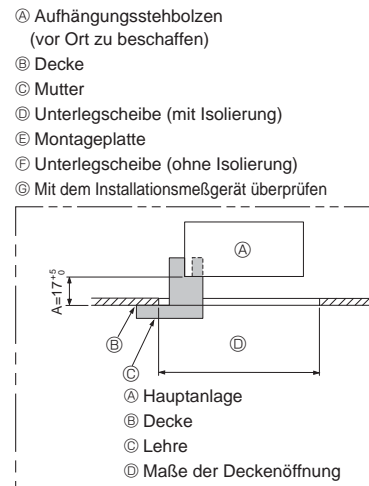

Fig. 3-7
3. Wenn sich die Hauptanlage nicht an den Montagelöchern in der Decke ausrichten läßt, kann sie mit einem dafür vorgesehenen Schlitz in der Montageplatte angepaßt werden. Darauf achten, daß Schritt A innerhalb von 17-22 mm ausgeführt wird. Nichtbeachtung dieses Bereichs kann Schäden nach sich ziehen. (Fig. 3-7)